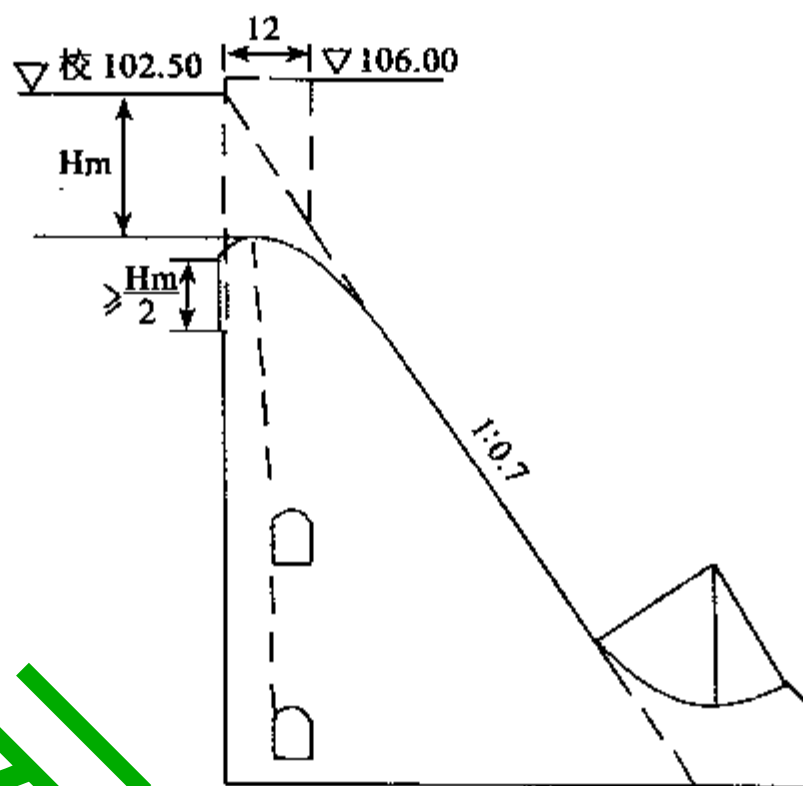

图 5-14 溢流坝剖面与非溢流坝剖面的配合
3. 溢流坝剖面上游面的绘制应考虑与非溢流坝剖面的配合,如图 5-14 所示。